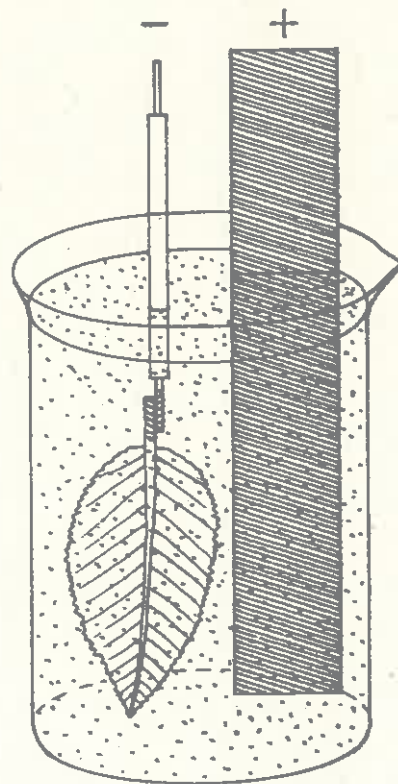

Figura 4
- 4) Un cop ben sec se submergeix en el bany electrolític, es connecta al pol negatiu de la font d'alimentació (l'ànode al positiu) i s'ajusta l'intensitat del corrent al valor adequat (figura 4).